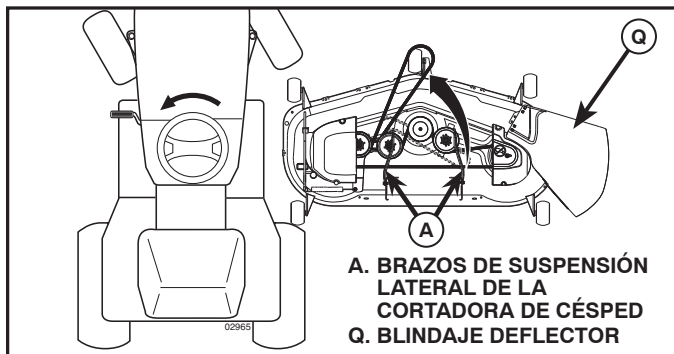

Fig. 26
4. DESLICE LA CORTADORA DE CÉSPED DEBAJO DEL TRACTOR (Vea Fig. 26)